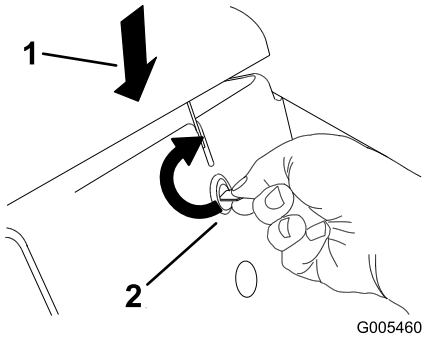

Bild 27
1. Drücken Sie die Motorhaube nach unten und drehen Sie den Motorhaubenriegel gleichzeitig mit einer Münze oder einem Schraubenzieher nach rechts (Bild 27).